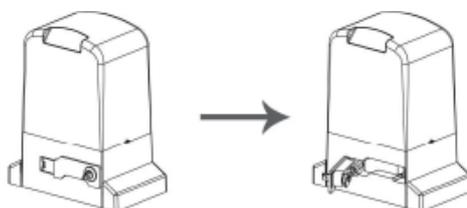

Рисунок 5
1. Используя ключ из комплекта, откройте рычаг разблокировки (см. рисунок 5)